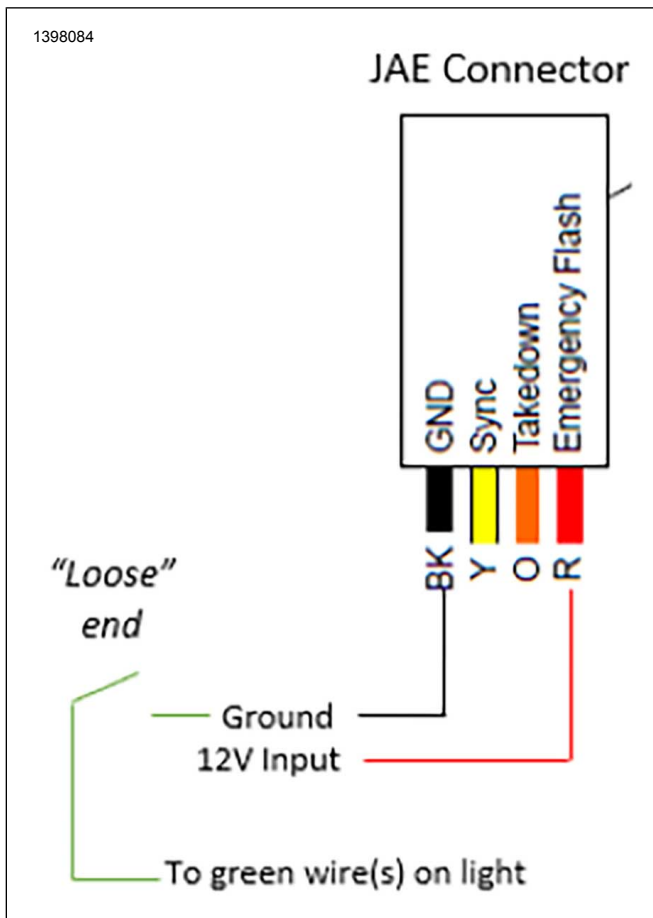

Figura 9. Impostazione della programmazione del colore
1. Vedere la figura 9. Collegare la fonte di alimentazione da 12 V alla serie di luci (è necessario il cavo fornito dal rivenditore).
2. Vedere la figura 9. Spelare le estremità dei cavi VERDI sulla luce.